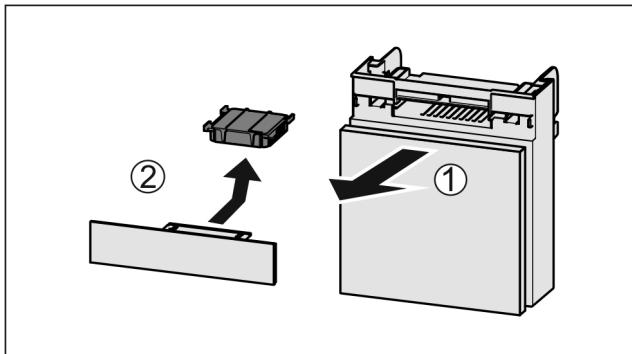

Fig. 56
- Vytiahnite zásuvku smerom dopredu Fig. 56 (1).
- Vyberte aktívny uhlíkový filter Fig. 56 (2).